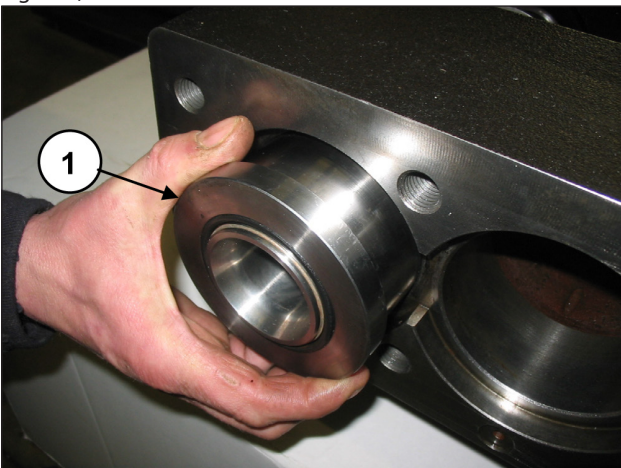

Fig. 142
Tourner l'arbre pour faire avancer le guide du piston de sorte que le tampon, en avançant à son tour, puisse chasser le support des joints et le groupe piston complet (rep. ①, Fig. 142).